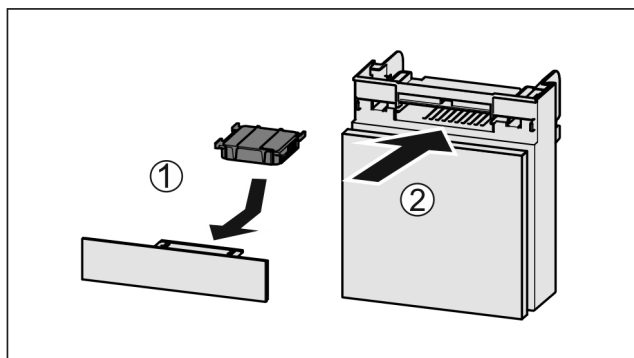

Fig. 102
- ▶ Установите фильтр с активированным углем, как показано на рисунке Fig. 102 (1).
- ▶ Вставьте отделение Fig. 102 (2).